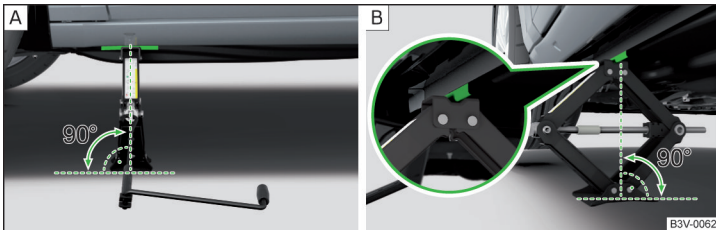

Abb. 246 **Prinzipdarstellung: Wagenheber ansetzen**
- › Die Grundplatte des Wagenhebers mit ihrer gesamten Fläche auf einem geraden Untergrund abstützen und sicherstellen, dass sich der Heber in senkrechter Position zum Aufnahmepunkt befindet » Abb. 246 - **A**.
- › Den Wagenheber unter dem Aufnahmepunkt mit der Kurbel so weit hoch drehen, bis seine Klaue den Steg umfasst » Abb. 246 - **B**.